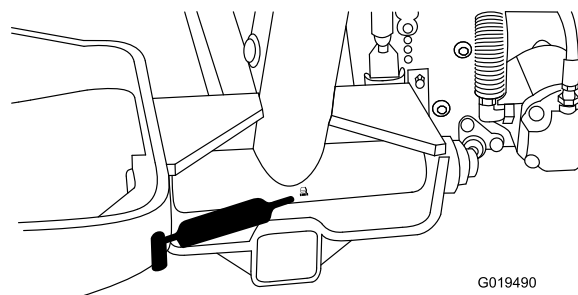

Figure 40
- Pivot de bras de levage (3) (Figure 40)